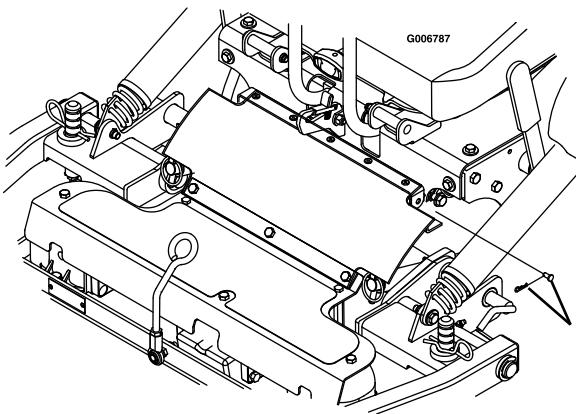

Figura 68
7. Retire el pasador de horquilla y la chaveta de ambos lados del protector de la TDF (Figura 68).
6. Alinee la parte superior del protector de goma de la TDF con las pestañas de la parte delantera de la consola, y sujetela el conjunto con un pasador de horquilla y una chaveta en cada lado (Figura 68).